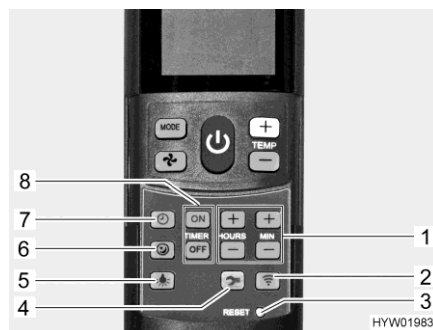

Fig. 248 Mando a distancia con teclas de ajuste (instalación de aire acondicionado)
- Pulsar la tecla Marcha suave (Fig. 248,6). Entonces, el ventilador funcionará a baja velocidad en el funcionamiento de refrigeración y, de esta manera, de modo particularmente silencioso.
- Pulsar la tecla Hora (Fig. 248,7).
- Ajustar las horas y los minutos con las teclas (Fig. 248,1).
- Pulsar la tecla "ON" (Fig. 248,8).
- Pulsar las teclas para el ajuste de la hora (Fig. 248,1) hasta que se haya alcanzado el lapso de tiempo hasta la conexión.
- Pulsar la tecla "OFF" (Fig. 248,8).
- Pulsar las teclas para el ajuste de la hora (Fig. 248,1) hasta que se haya alcanzado el lapso de tiempo hasta la desconexión.
- Volver a pulsar la tecla "ON" o la tecla "OFF" (Fig. 248,8).
- Pulsar la tecla Luz (Fig. 248,5). La iluminación será conectada con el nivel de atenuación ajustado más recientemente.
- Pulsar la tecla Luz (Fig. 248,5) y mantenerla pulsada hasta que se alcance la luminosidad deseada.
- Pulsar la tecla Luz (Fig. 248,5).
- ▷ La tecla Instalación (Fig. 248,4) se usa para conectar el mando a distancia con la instalación de aire acondicionado durante la primera puesta en funcionamiento.